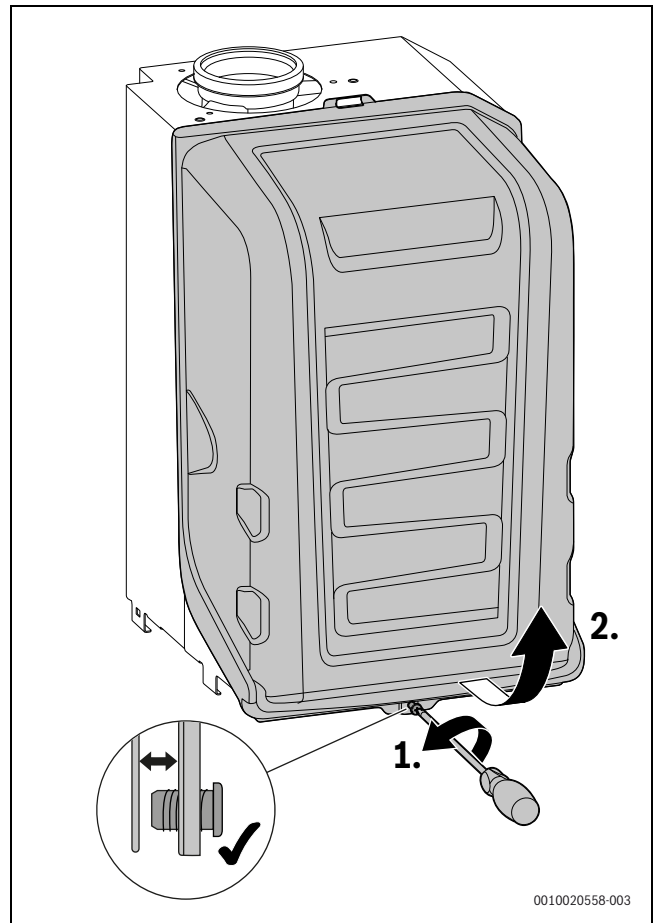

Bild 14 Brennerhaube abnehmen
- ▶ Brennerhaube abnehmen (→ Bild 14, Seite 89).